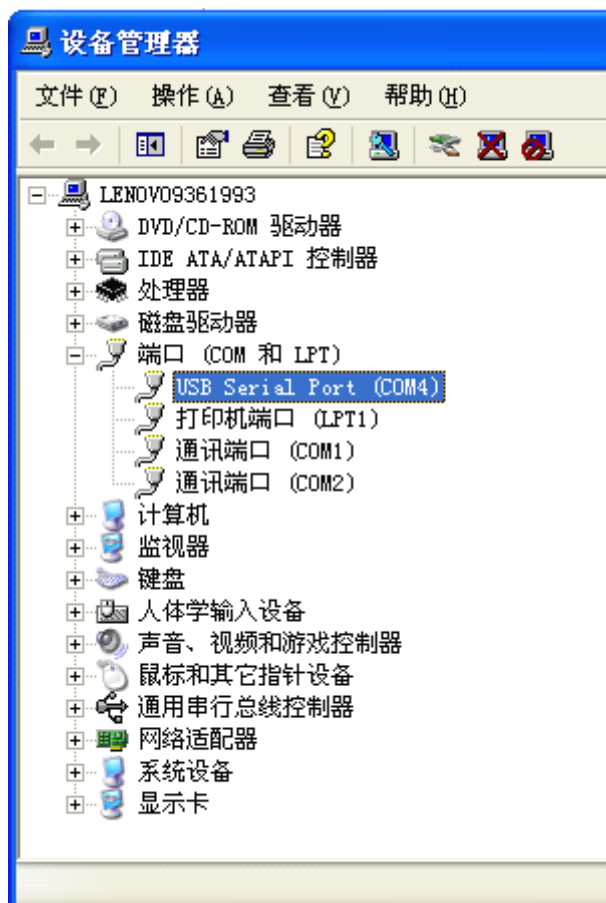

图 3
2、安装成功后在设备管理器的端口项下会出现: USB Serial Port(COMx)的字样, 如图 3, 则说明安装成功。